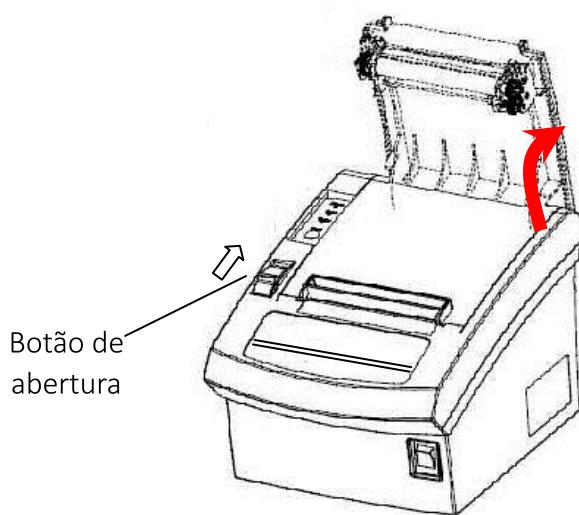

Figura 4
2. Abra a tampa pressionando o botão de abertura do gabinete superior (tampa) conforme ilustrado na figura 4.